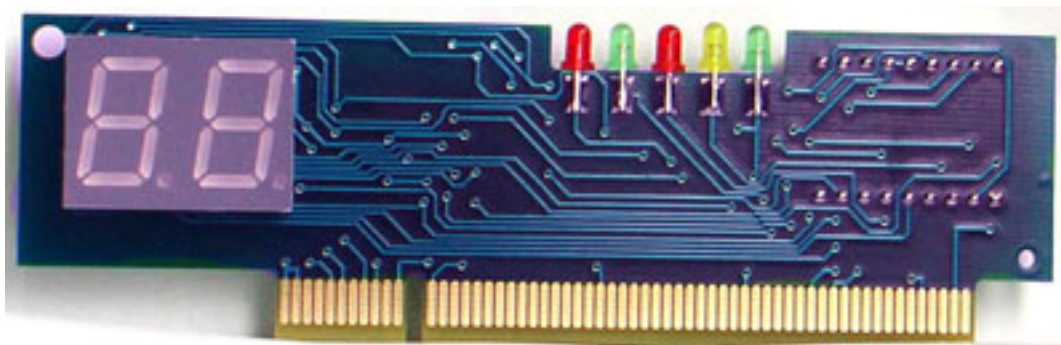

рис. 11 POST-карта
2. Диагностика POST-кодов. При запуске компьютера материнская плата инициирует самопроверку при включении питания (Power on self test). В результате данной проверки проверяются компоненты материнской платы и периферийные устройства. В случае, если какое-то из устройств не прошло проверку, то материнская плата выдает на специальный спикер определенный звуковой сигнал в зависимости от вида ошибки. Но данные звуковые сигналы дают довольно общую информацию о неисправности. Для более точной информации возможно использовать POST-карты. Это специальные платы с двухпозиционным семисегментным индикатором (рис. 11),